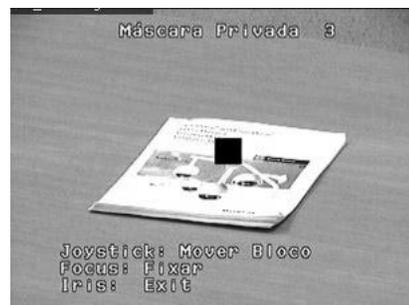

Figura 5C Mover bloco
4. Use o joystick para mover a máscara para o centro da área a tapar. Prima qualquer um dos botões FOCUS [FOC.] para fixar a máscara (conforme ilustrado na FIGURA 5C).